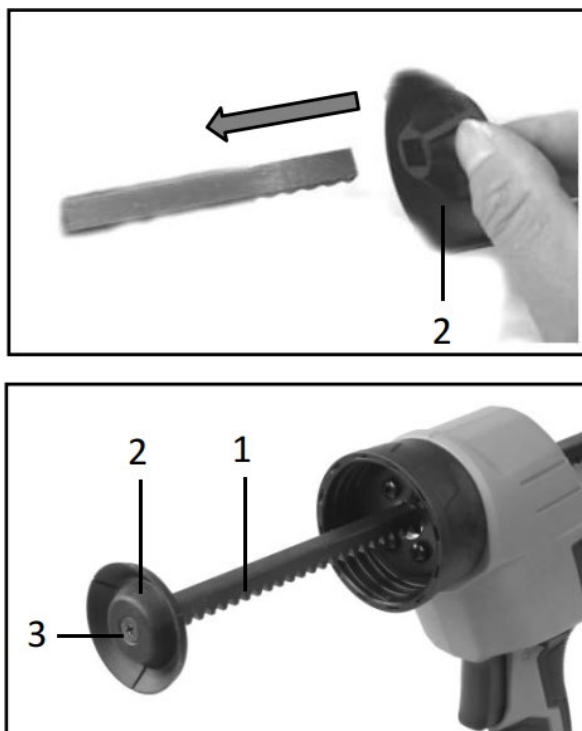

Рисунок 9. Встановлення поршня.
4. Вставити та закріпити поршень (2, рис. 9) за допомогою гвинта (3, рис. 9) на зубчастий шток (1, рис. 9).